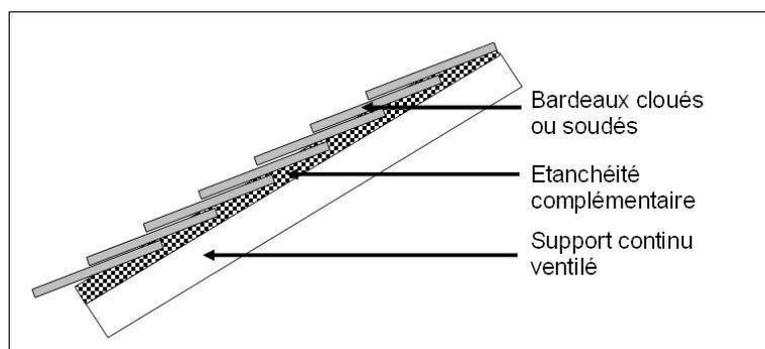

Figure 30 : Principe de la simple toiture ventilée
- une couverture en bardeaux de la gamme **SOPRATUILE** (figure 30).